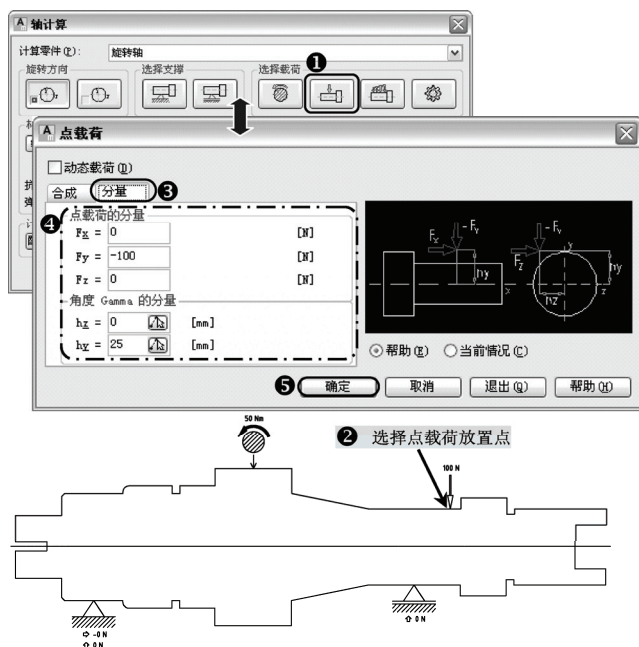

图 13-14 放置点载荷
6) 单击“选择载荷”选项中的“点载荷”工具按钮，选择轴上点载荷的位置，输入点载荷旋转角“90”，弹出“点载荷”对话框，在“分量”选项卡中设置好相关参数，单击“确定”按钮，返回“轴计算”对话框，如图 13-14 所示。